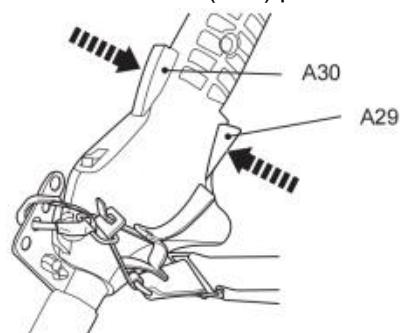

Fig. 41
8. Premere il dispositivo di blocco dell'acceleratore (A30) e il grilletto dell'acceleratore (A29) per azionare il prodotto (Fig. 41).